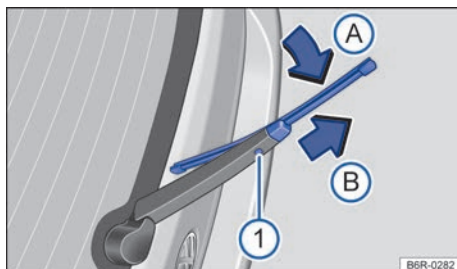

Fig. 276 En la parte trasera del vehículo: cambiar la escobilla limpiacristales de la luneta (Variant).
- Mantenga pulsada la tecla de desbloqueo → fig. 276 ①.
- Doble la escobilla en dirección al brazo del limpiacristales → fig. 276 (flecha ①A) y tire al mismo tiempo en el sentido de la flecha ①B. Es probable que tenga que emplear bastante fuerza.
- Inserte una escobilla nueva de la **misma longitud y tipo** en el brazo del limpiacristales en el sentido contrario al de la flecha ①B hasta que encastre. Para ello la escobilla deberá estar desplegada (flecha ①A).